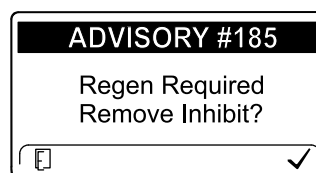

Figura 34
**Nota:** Si usted configura el InfoCenter para inhibir la regeneración, el InfoCenter muestra el AVISO N° 185 (Figura 34) cada 15 minutos mientras el motor solicita una regeneración de reinicio.